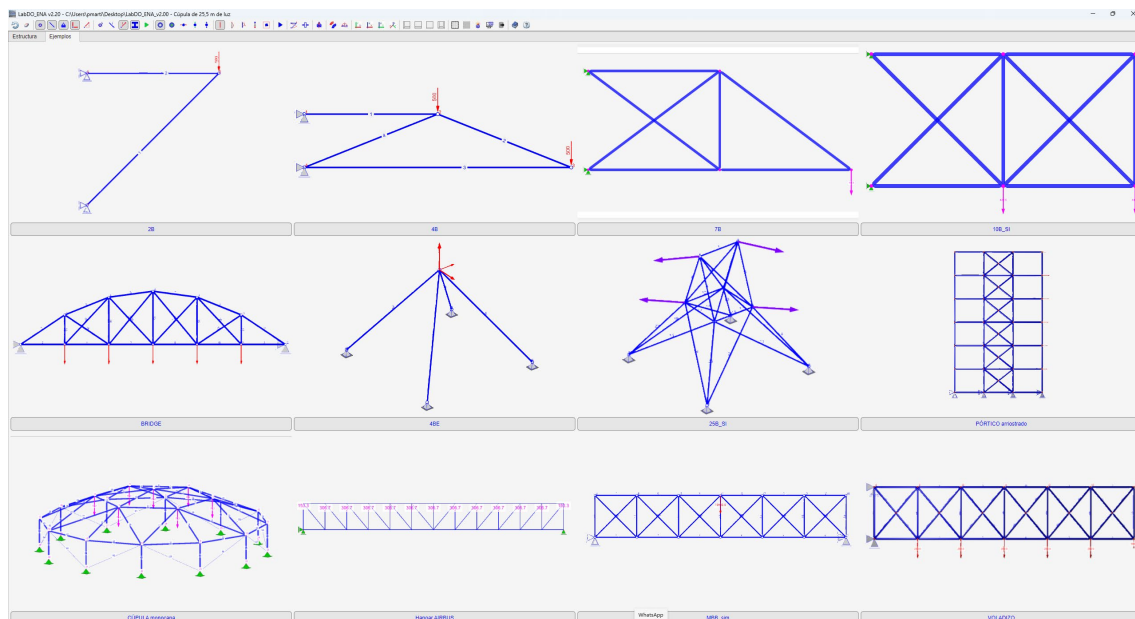

Figura 12. Ejemplos de estructuras para optimizar.
1. Utilizando uno de los ejemplos disponibles en la aplicación (figura 12). Para este procedimiento basta con seleccionar el caso deseado, y hacer doble clic en el pie de figura de este. Los ejemplos muestran las posibilidades de LabDO-ENA para diferentes estructuras.